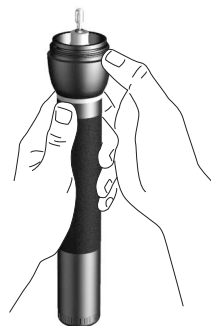

Abb. 16
2. Den Taschenlampenkörper mit einer Hand fest halten (Abb. 16) und den Kopf mit der anderen Hand vorsichtig nach unten schieben, bis er die beiden silberfarbenen Ladekontaktringe berührt. Damit liegt die Birne frei.